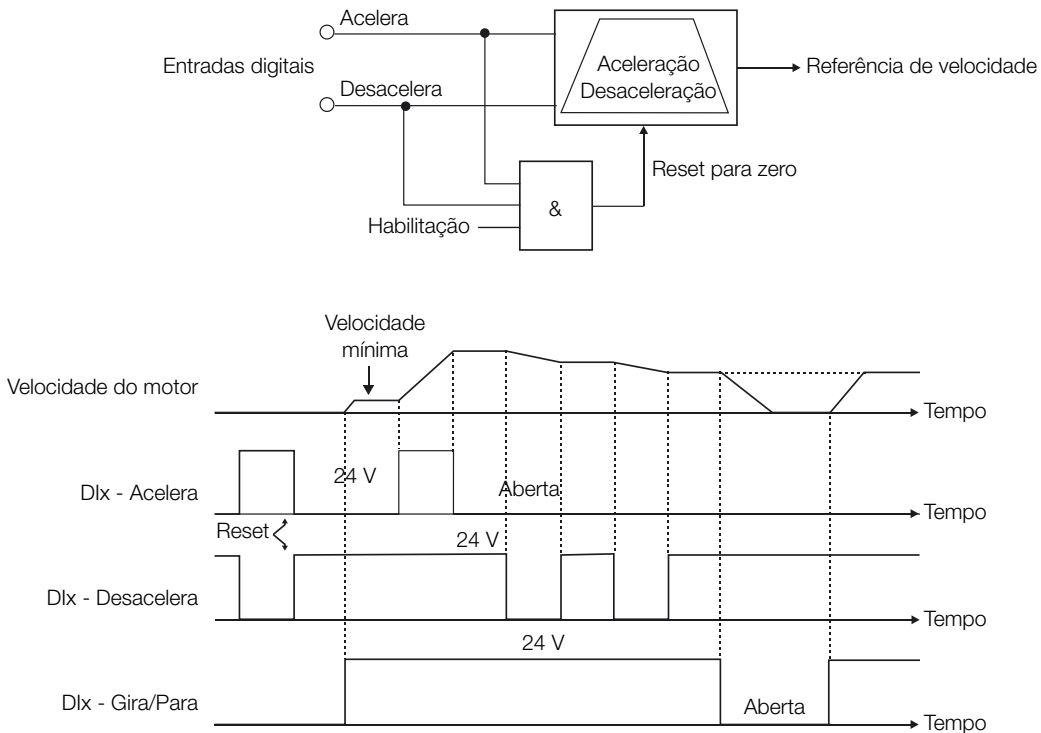

Figura 5.37: (a) a (l) - Detalhes sobre o funcionamento das funções das entradas digitais
- A função **‘Potenciômetro Eletrônico’** (E.P.) permite que a referência de velocidade seja ajustada por meio de 2 entradas digitais (uma para incrementá-la e a outra para decrementá-la). Para habilitar essa função, deve-se primeiramente configurar a referência de velocidade via E.P., fazendo P0221 = 7 e/ou P0222 = 7. Após habilitada esta função, basta programar DI3 ou DI5 (P0265 ou P0267 = 5) e DI4 ou DI6 (P0266 ou P0268 = 5). O funcionamento desta função pode ser observado na Figura 5.37 na página 5-62. É importante ressaltar que o incremento da referência é feito com a aplicação de 24 V nas entradas digitais, enquanto o decremento é feito com a aplicação do nível 0 V. Para resetar a referência para zero, deve-se aplicar 24 V na entrada “acelera” e 0 V na entrada “desacelera” simultaneamente com o inversor desabilitado. Desta forma: